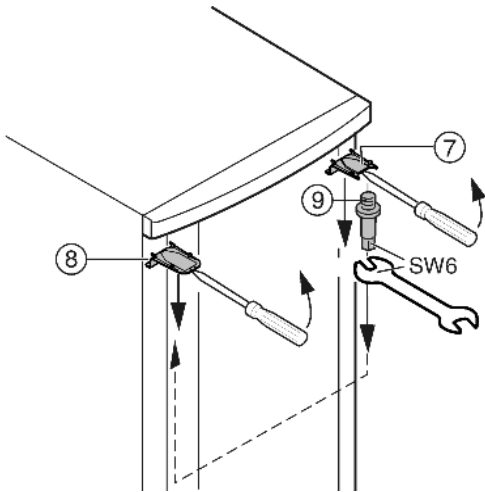

Fig. 8
- ▶ Oben Abdeckung Fig. 8 (7) und Abdeckung Fig. 8 (8) mit einem Schraubendreher vorn austrasten und schräg nach unten entfernen.
- ▶ Lagerbolzen Fig. 8 (9) herausdrehen und auf der Gegenseite **fest (mit 4 Nm)** eindrehen.
- ▶ Abdeckung Fig. 8 (7) auf der Seite des Lagerbolzens wieder montieren: hinten einsetzen, vorn einrasten.
- ▶ Abdeckung Fig. 8 (8) auf der Gegenseite montieren: hinten einsetzen, vorn einrasten.
- ▶ Tür oben in Lagerbolzen Fig. 8 (9) einhängen.